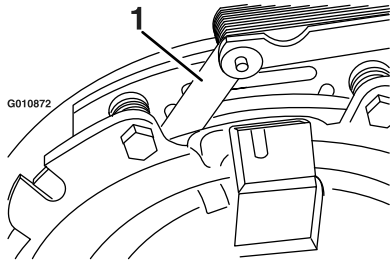

**Figure 70**
- B. A l'aide d'une pince à becs longs ou avec les doigts, saisissez la languette et déposez la cale (Figure 70).
moteur corrects, et réduit les risques de surchauffe et de dommages mécaniques du moteur (Figure 70).